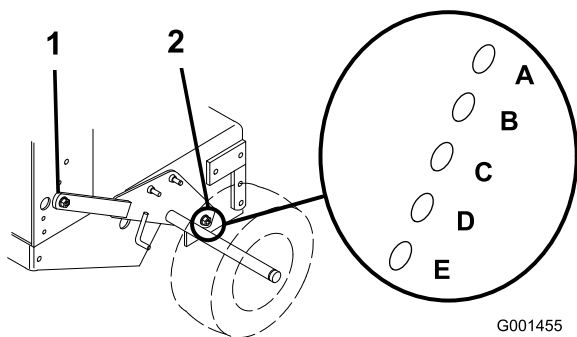

Figure 18
3. Desserrez, sans les enlever, les 2 boulons de pivot et les 2 boulons de réglage de l'essieu (Figure 18).
4. Placez un cric sous le bâti du moteur, au centre et à l'arrière. Soulevez l'arrière du bâti du moteur jusqu'à ce qu'il soit possible de déposer les 2 boulons de réglage de l'essieu avant (Figure 18).
5. Levez ou abaissez le bâti du moteur à l'aide du cric de sorte à pouvoir insérer les 2 boulons de réglage de l'essieu avant dans les trous voulus (Figure 18).